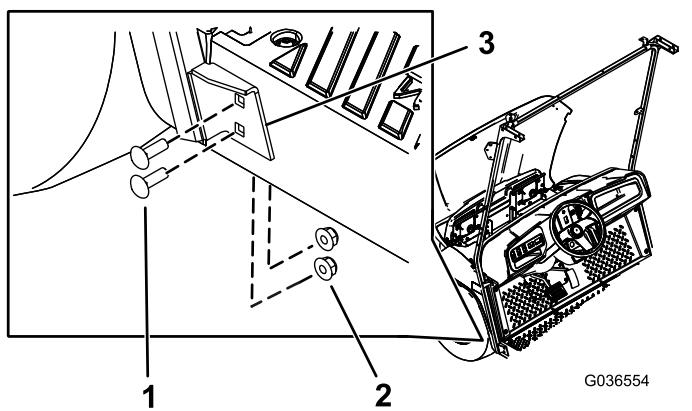

図 26
4. 左右の風防サポートの下側ブラケットを機体に固定するキャリッジボルト5/16 x 1インチ4本とフランジナット5/16インチ4個を使用してステップ1で開けた穴に取り付ける図 26。